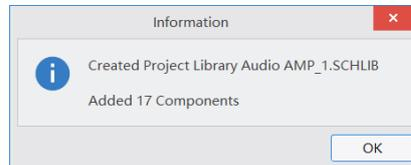

图 5-35 生成原理图库的提示信息
(3) 单击 按钮，关闭对话框后，工程原理图库已自动生成，系统同时弹出如图 5-35 所示的提示信息。